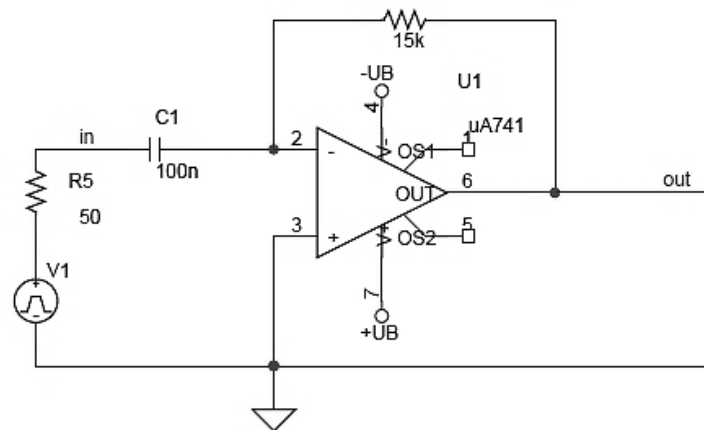

Abb. 3
3.1 In der Regelungstechnik benötigt man **Differenzierer**, um den D-Anteil zu bilden. In industrieelektronischen Schaltungen verwendet man dafür Operationsverstärker. Bestimmend sind der Rückkopplungswiderstand und der Kondensator (Abb. 3).